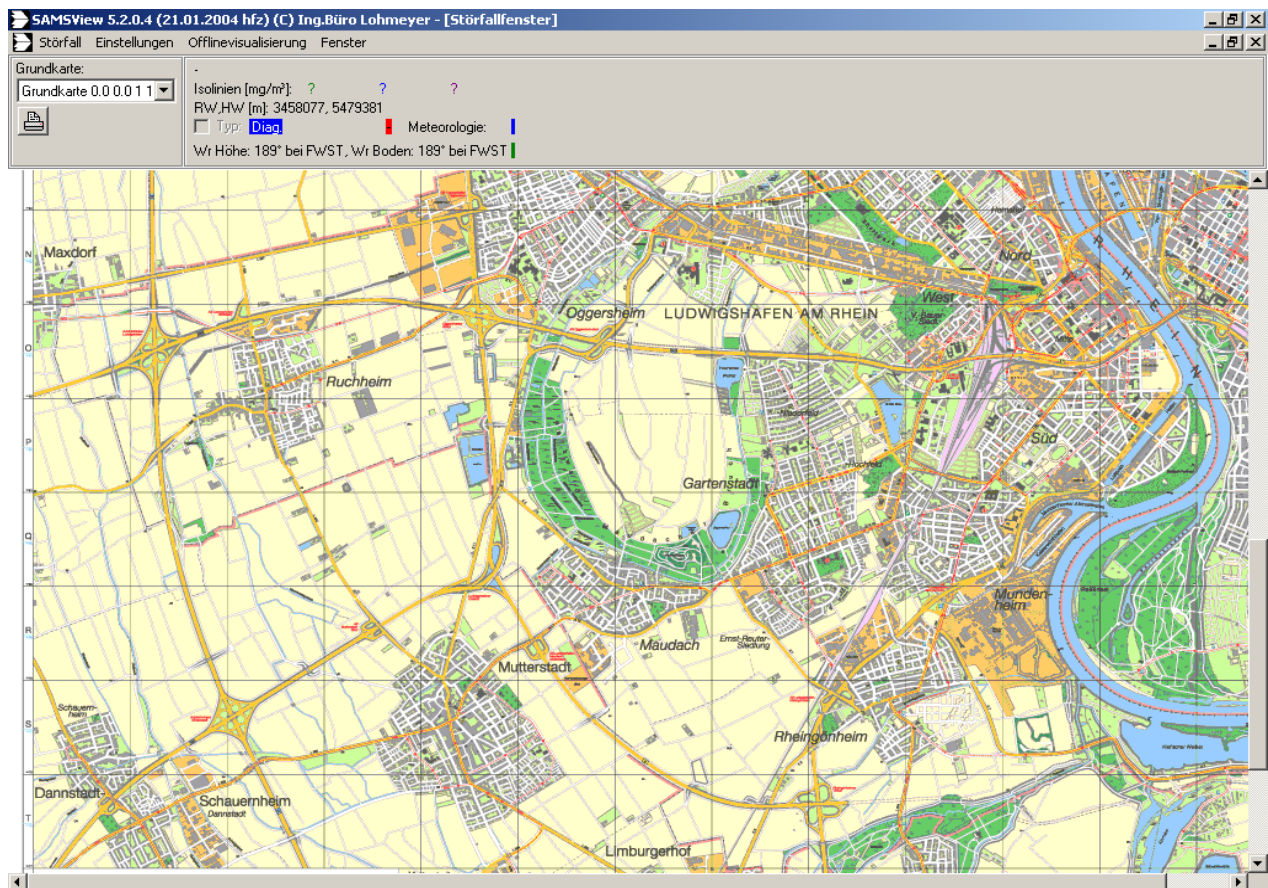

Abb. 3.2: Programm SAMSView5.exe
**Abb. 3.2** zeigt die Windows-Oberfläche des Programms SAMSView5.exe (im folgenden **SAMSView** genannt). Die Menüleiste des Programms **SAMSView** enthält die Menüpunkte „Störfall“, „Einstellungen“, „Offlinevisualisierung“ und „Fenster“2. Im Menü „Störfall“ kann eine Störfallrechnung gestartet bzw. beendet werden. Unter dem Menüpunkt „Einstellungen“ können während einer Störfallrechnung die Skalierung der Isolinienwerte geändert sowie eine Grafik des Freisetzungsverlaufes aufgerufen werden. Im Offlinebetrieb können Stoffdaten und Szenarien eingegeben werden. Der Menüpunkt „Offlinevisualisierung“ ermöglicht die Isolinien-Darstellung von vergangenen Störfallrechnungen. Die auf dem Bildschirm befindlichen Fenster können durch Ziehen mit der Maus beliebig verschoben werden, oder unter dem Menüpunkt „Fenster“ einzeln ausgewählt, überlappend oder nebeneinander dargestellt werden.